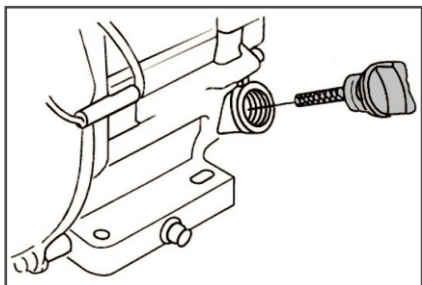

Рис. 11 Крышка-щуп маслозаливной горловины
2. Выкрутите крышку-щуп масло заливной горловины и извлеките щуп (Рис. 11).
- Выкрутите крышку-щуп маслозаливной горловины и извлеките щуп (Рис.11).